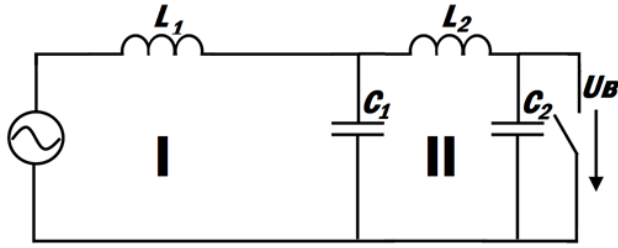

Figure 4 Двухчастотный контур
2.1. Рассчитать зависимость $U_v = f(t)$ для схемы на рис. 4 методом автономных контуров для $t = (160, 350, 650)$ мкс, приняв $L_1 = 0,056$ Гн, $L_2 = 0,028$ Гн, $C_1 = 0,5$ мкФ, $C_2 = 18200$ пФ, $R_1 = 1,4$ Ом, $R_2 = 2,3$ Ом. Определить угол сдвига фаз между током и напряжением.